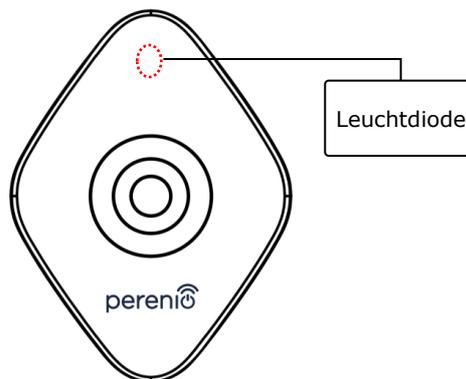

Bild 6 – Ausrichtung des Bewegungsmelders während der Installation
4. Befestigen Sie den Bewegungsmelder an der Wand auf 3M-Band (empfohlene Einbauhöhe: 2,0-2,6 m), so dass die Leuchtanzeige darüber angebracht ist (vgl. Abbildung 6 unten).